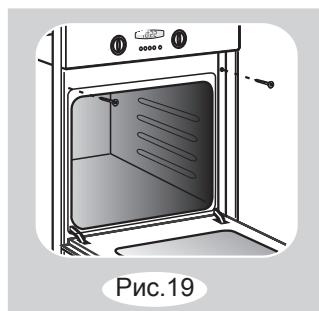

Рис.19
- Духовка устанавливается на дно ниши и закрепляется спереди (рис.19) винтами, прилагаемыми в комплекте.